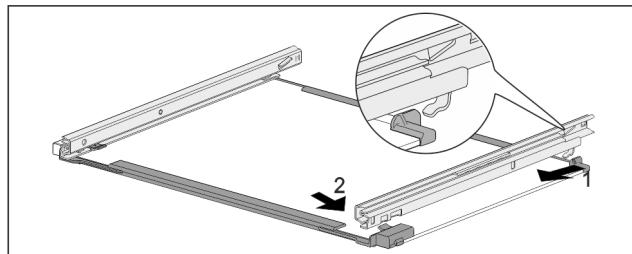

Fig. 191 Стеклянная пластина с направляющими
- Зацепите направляющую сзади. Fig. 191 (1)
- Зашелкните направляющую спереди. Fig. 191 (2)